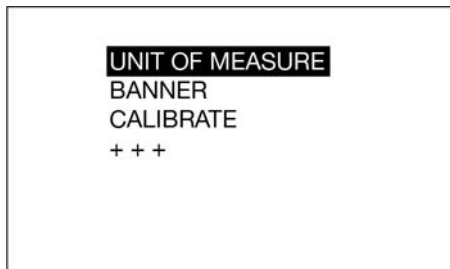

FIG. 22
- Tras seleccionar INTRO, aparecerá la pantalla siguiente (FIG. 22).